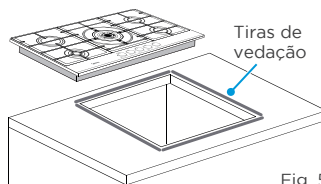

Fig. 5
12. A colocação das tiras de vedação deverá ser feita observando um espaçamento de aproximadamente 2 mm em relação a borda do tampo do cooktop (Fig. 5).